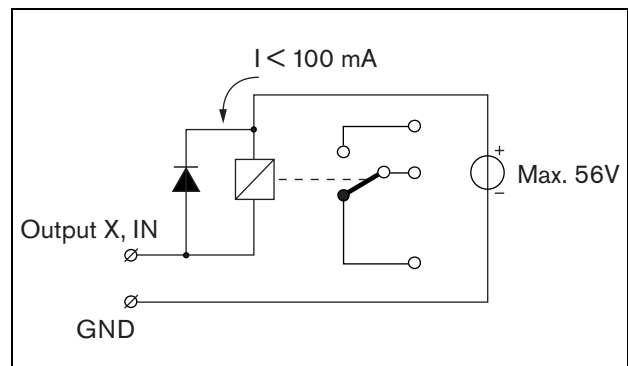

Abbildung 18.11: Relais mit externer Stromversorgung
- Relais mit externer Stromversorgung. Siehe Abbildung 18.11 für ein Anschlussschaltbild.